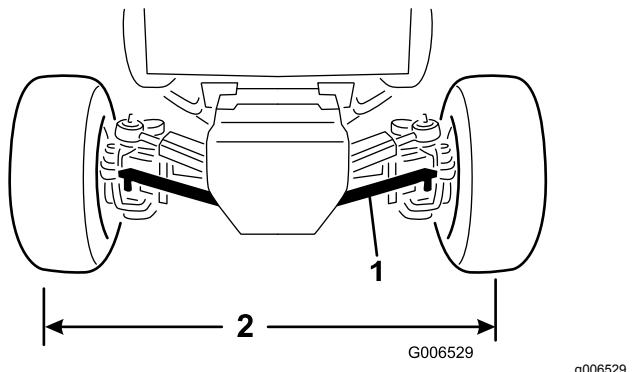

Figura 65
1. Retire o perno de gancho e a porca que fixam uma rótula da barra de ligação ao suporte de montagem no eixo; em seguida, retire a rótula do eixo (Figura 65).
3. Rode a união da barra até que distância centro a centro à frente e atrás das rodas traseiras seja a mesma (Figura 65).